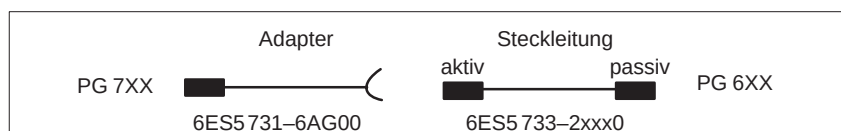

Bild 4-12 Steckrichtung: Adapter-Steckleitung
- Bei der Reihenschaltung ist unbedingt auf die Steckrichtung zu achten (siehe Bild 4-12).